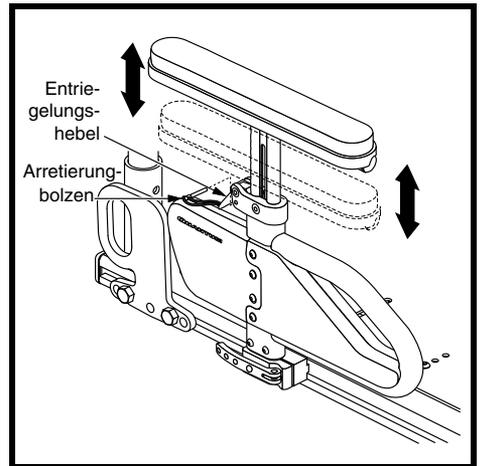

Abbildung 26. Anpassung der oberen Höhe der schnell höhenverstellbaren Armlehne mit einer Stütze
1. Entfernen Sie, sofern vorhanden, den optionalen Arretierbolzen. **Siehe Abbildung 26.**